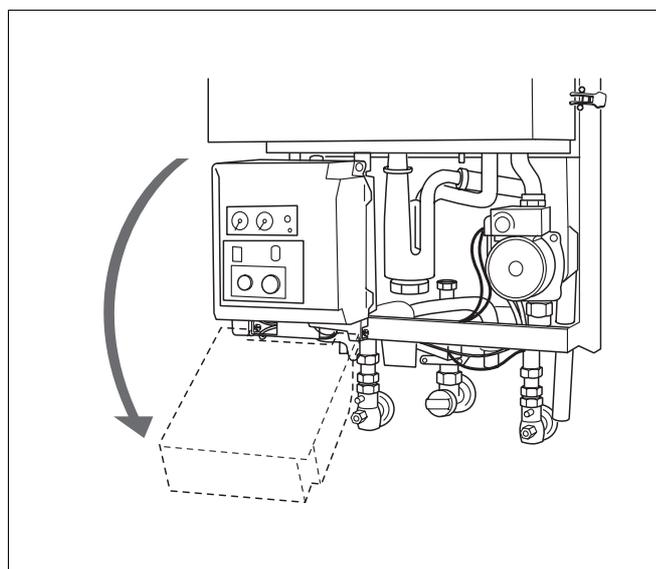

Fig. 88 Ribaltare verso il basso l'involucro dell'UBA
- Ribaltare verso il basso l'involucro dell'UBA (fig. 88).